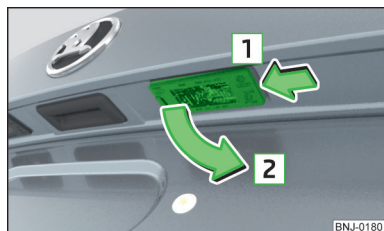

Fig. 214
- › Apăsați lampa în sensul săgeții **1** » fig. 214.